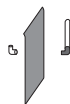

図5
- ③目詰まりサインを止めているボルト2本を外し、保護エルボも取り外してください。(図5)